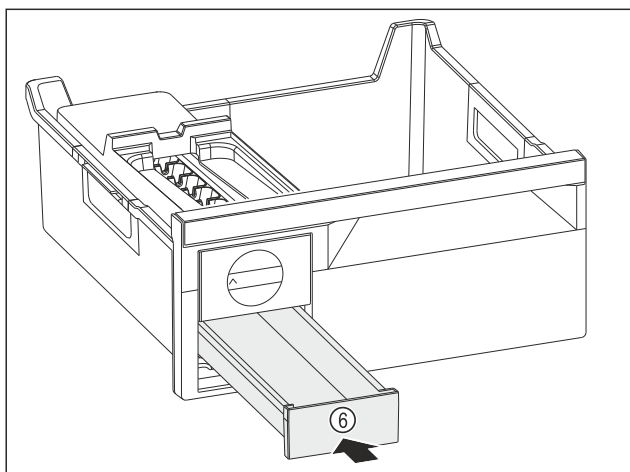

Fig. 92
- ▶ Inșerați sertarul pentru cuburi de gheață Fig. 92 (6).